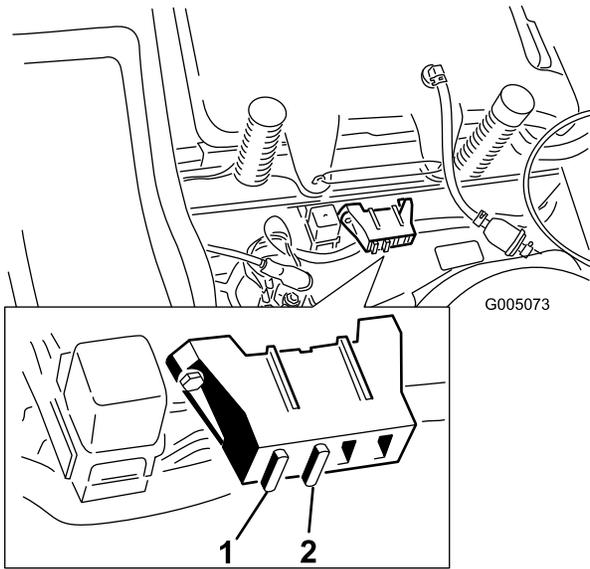

Figura 32
1. Levante el asiento para tener acceso al portafusibles (Figura 32).
2. Para cambiar un fusible, tire del fusible para retirarlo (Figura 32).